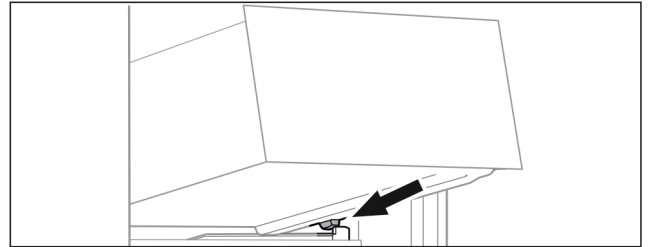

Fig. 82
- ▶ Coloque el cajón inclinado detrás de los toques sobre la nervadura para recipientes. (consulte Fig. 82)